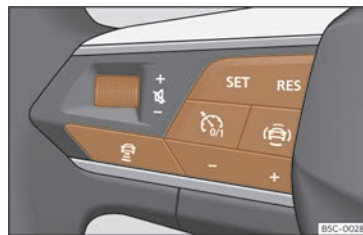

Fig. 171 No volante multifunción: botóns para manexar o ACC
O seu vehículo dispón de ACC se conta cun menú de configuración no sistema de Infotainment»» páx. 95, e se tes os botóns propios da función ACC no volante multifunción »» fig. 171.
- Para comezar a regulación, prema o botón **SET** >>> **fig. 171**.
Para programar a velocidade prema os botóns + ou - >>> **fig. 171** ata a velocidade desexada. O axuste de velocidade realízase en intervalos de 10 km/h (5 mph).
- Prema o botón  e, a continuación, o botón + ou - >>> **fig. 171**.